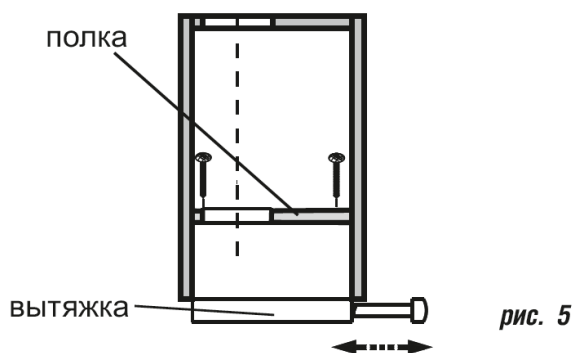

рис. 5
3. Начните монтаж вытяжки в верхнюю полку над плитой, как показано на рис. 5. При установке вытяжки учитывайте рекомендации по расстоянию до плиты и информацию о габаритах устройства, приведенные ранее в тексте руководства на рис. 1 и рис. 2. Порядок установки описан далее.
6. Вырежьте дополнительное отверстие в полке шкафа (рис. 5) для воздуховода при работе в режиме отвода и для свободного прохождения воздуха при работе в режиме рециркуляции.